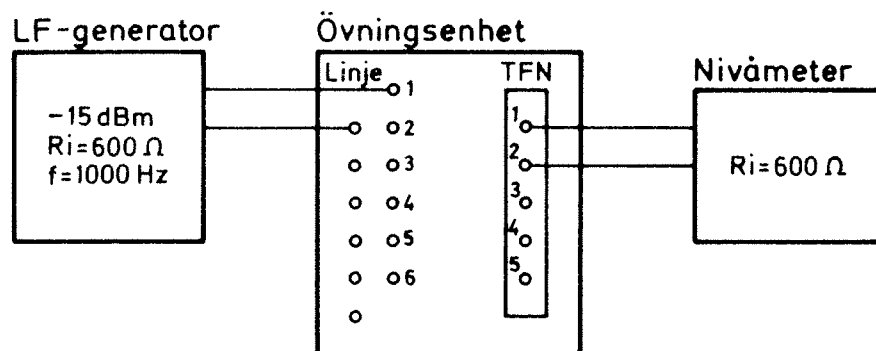

Bild 4.
Koppla upp enligt bild 4.
metern enligt bild 4. Ställ in LF-generatorns
3.6.2 Anslut LF-generatorn och nivåmetern enligt bild 4.